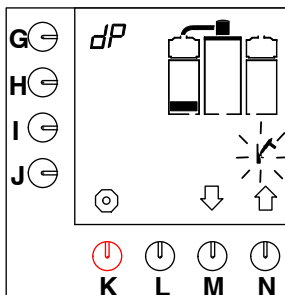

Fig. 17 Första nivå avkalkningsprogram bryggarsystem
- Det första nivåblocket visas på displayen och hammarsymbolen blinkar (fig. 17).